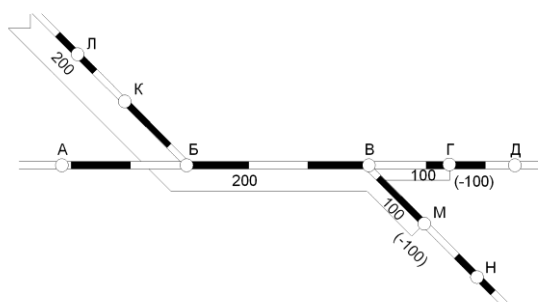

Рисунок 3. Рациональная схема развоза зерна
- в) Строится схема, исключая нерациональные перевозки, рисунок 3;